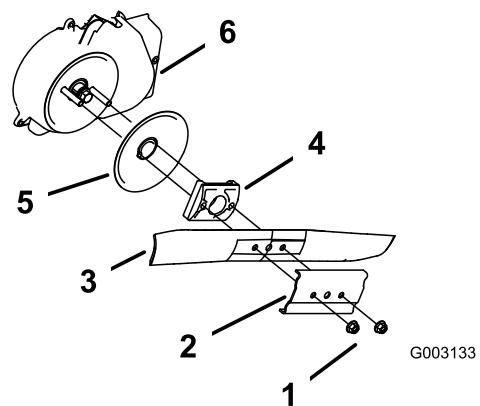

Figure 39
3. Retirez les 2 écrous de la lame et le renfort (Figure 39).
4. Déposez la lame (Figure 39).
5. Déposez le dispositif d' entraînement de la lame et le disque (Figure 39).
6. Déposez la protection de l'embrayage du frein de lame (Figure 39).
10. Reposez la lame et le renfort déposés précédemment (Figure 39).